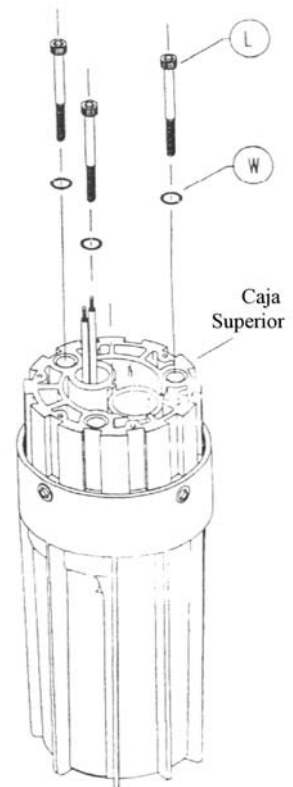

Figura 13
8) Gire hacia arriba el conjunto como lo muestra la figura 13.